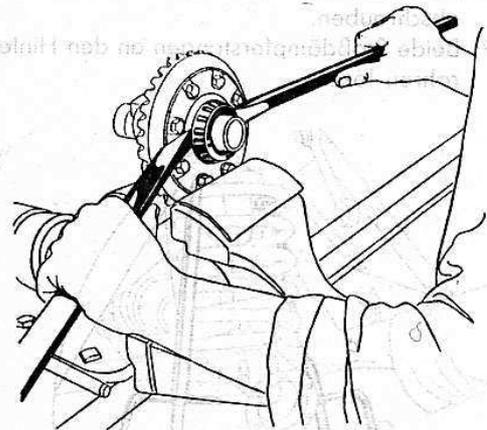

Bild 148
4. Beide Hinterachsgehäusehälften trennen, Ausgleichgetriebe und Antrieb abnehmen, linkes Rollenlager vom Ausgleichgehäuse abhebeln (Wst 109) und rechtes mittels Abzugbügel (Wst 887) abdrücken (Bild 148 und 149).